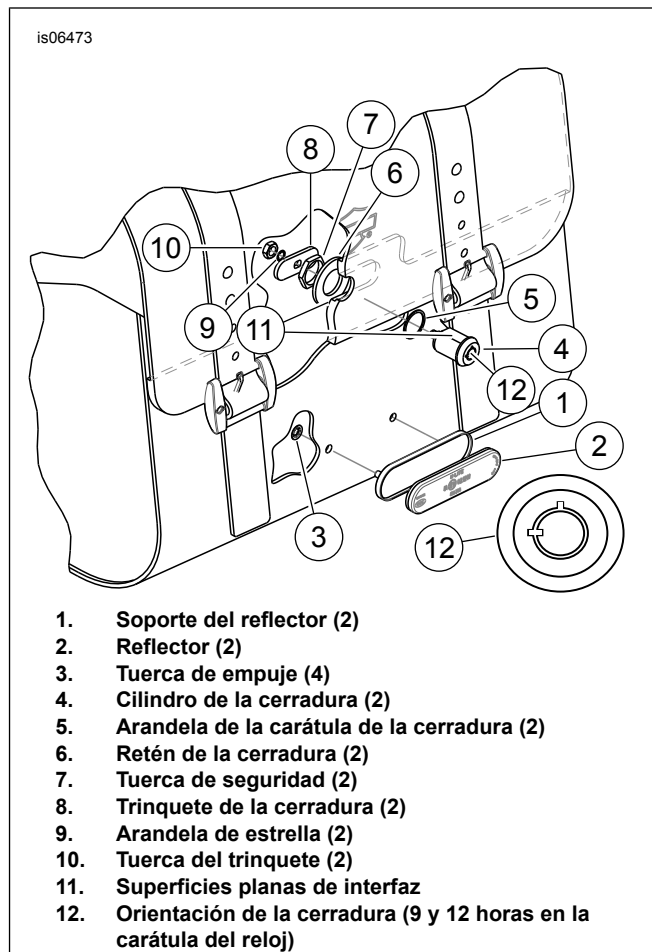

Figura 6. Instalación de los conjuntos de los reflectores y las cerraduras
1. Vea Figura 6. Coloque el soporte del reflector (1) en el centro de la alforja.
3. Limpie la superficie del soporte del reflector (1) con una mezcla de 50-70 % de alcohol isopropílico y 50/30 % de agua destilada. Deje secar completamente.
4. Extraiga el revestimiento del respaldo adhesivo del reflector (2). Cuidadosamente coloque el reflector en el soporte del reflector. Presione firmemente en su lugar. Sostenga el reflector en su posición con presión constante por lo menos un minuto.
6. Instale el soporte del reflector (1) en la alforja usando dos tuercas de empuje (3). Las tuercas de empuje se instalan desde el interior de la alforja.
3. Vea Figura 6. Coloque la arandela de la carátula de la cerradura (5) sobre el cilindro de la cerradura (4).
4. Instale el cilindro de la cerradura para que las muescas de la llave de la carátula de la cerradura (12) estén en las posiciones de las 12 y 9 horas del reloj. Inserte el cilindro de la cerradura a través del agujero de la tapa de la alforja y acople las superficies planas (11) de la cerradura y del respaldo plástico del soporte de la tapa.
5. Instale el retén de la cerradura (6) desde el interior de la tapa de la alforja sobre el cilindro de la cerradura.
7. Instale la tuerca de seguridad (7) desde el interior de la tapa de la alforja en el cilindro de la cerradura. Ajuste firmemente.
8. Extraiga la tuerca de trinquete (10) y la arandela de estrella (9) del cilindro instalado de la cerradura (4). No extraiga la arandela de leva de la parte trasera del cilindro de la cerradura. Si la leva se cae del cilindro de bloqueo, debe ser reemplazada de manera correcta. La instalación correcta permite extraer la llave en las posiciones bloqueada y desbloqueada. Es posible instalar la leva incorrectamente, por lo que es necesario probar la orientación antes de instalar el trinquete. Si no es posible extraer la llave en cualquiera de las posiciones de la cerradura, voltee la leva e instálela.
9. Instale el trinquete de la cerradura (8), la arandela de estrella (9) y la tuerca del trinquete (10) en el poste con rosca del cilindro de la cerradura. Apriete firmemente la tuerca del trinquete.